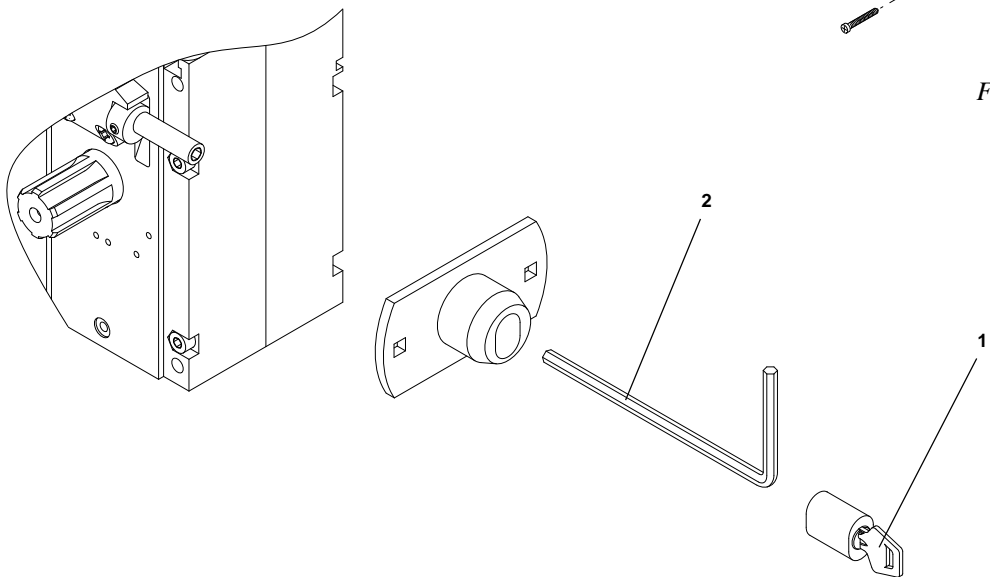

Fig.12
7.3 Sblocco esterno con chiave personalizzata (fig. 12).
7.3 External release with personalized key (fig. 12).
- Remove the block with the personalized key 1